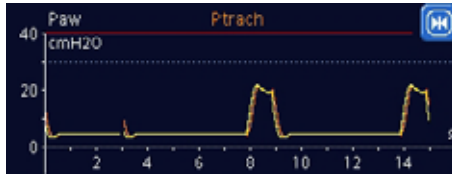

图 4-10. 气管内压和气道压波形，TRC 处于激活状态
- 启用 “TRC” 时，显示的 “气道峰压” 可能高于设定的 PEEP/CPAP 与控制压力 / 支持压力的和，这是因为需要额外压力以抵消插管阻力。密切关注计算的气管内压，它同步显示为橙色波形。请参阅图 4-10。